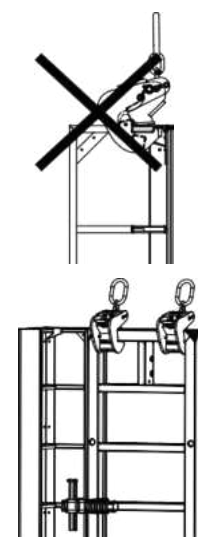

Fig. A7.03a
- Винаги премествайте TRIO вътрешните ъгли заедно със следващия елемент. Закачвайте куката на следващия висок елемент! (Fig. A7.03a)